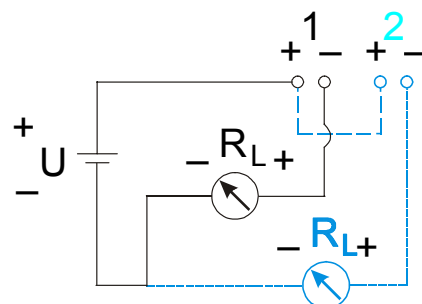

Abb.2, Anschluss Analogausgang Kanal 1 + 2 einschl. externe Stromversorgung
5. Signalleitungen (einschl. externe Stromversorgung) an den Rechenwerksklemmen anschließen (s. Tabelle 1+ Abb. 2).